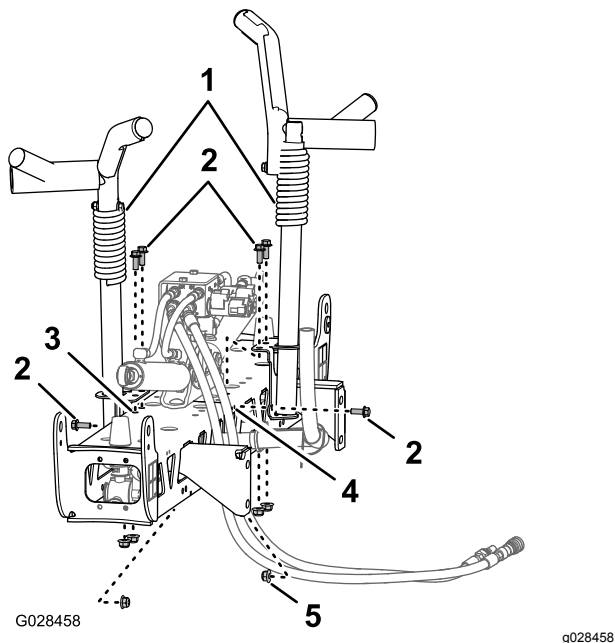
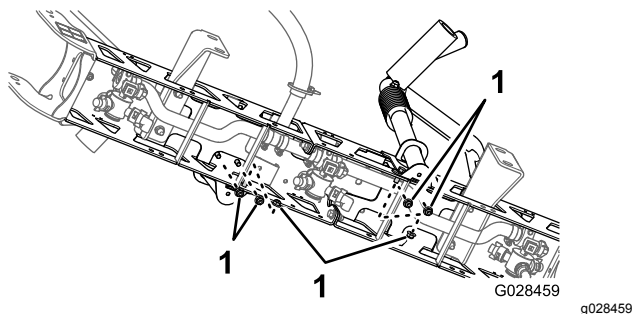

Figure 37
Figure 38
2. Alignez les berceaux de transport de rampe sur la section de rampe centrale (Figure 37).
3. Montez les berceaux sur la section de rampe (Figure 37 et Figure 38) à l'aide de 6 boulons ($\frac{3}{8}$ " x 1") et de 6 contre-écrous à embase ($\frac{3}{8}$ ").